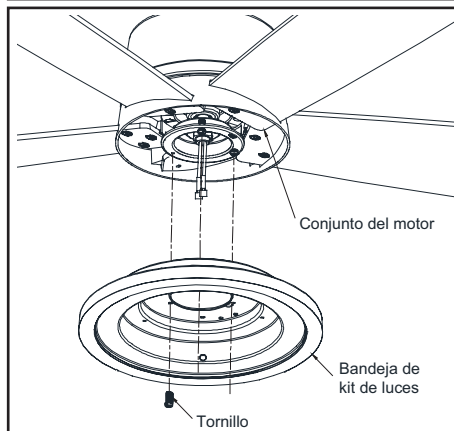

Figura 14
1. Afloja, pero no quites, dos de los tres tornillos de montaje del conjunto del motor del ventilador; retira un tornillo de montaje. (Figura 14)
2. Empuja la carcasa del kit de luces hasta el conjunto del motor del ventilador de manera que las cabezas de los dos tornillos aflojados encajen en las ranuras tipo ojo de cerradura. Gira la carcasa del kit de luces hacia la derecha y aprieta los tornillos. Vuelve a instalar el tornillo que retiraste en el paso 1 y apriétalo firmemente. (Figura 14)